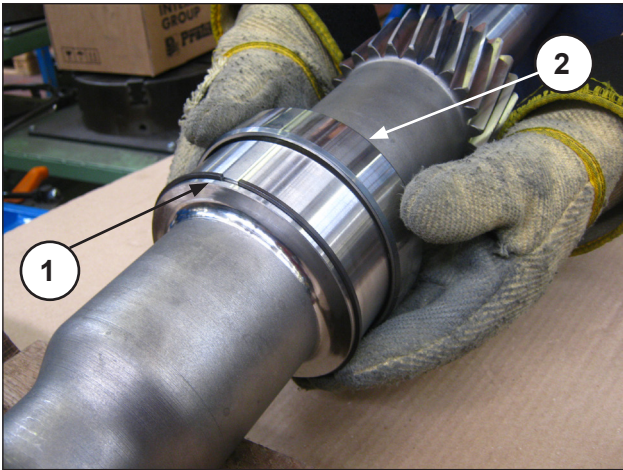

Abb. 78
Montieren Sie auf die Zapfwellen $r=3,46$ und $r=4,23$ den Sprengring und den vorgewärmten Innenring des Nadellagers (Pos. ①, Pos. ② Abb. 78).